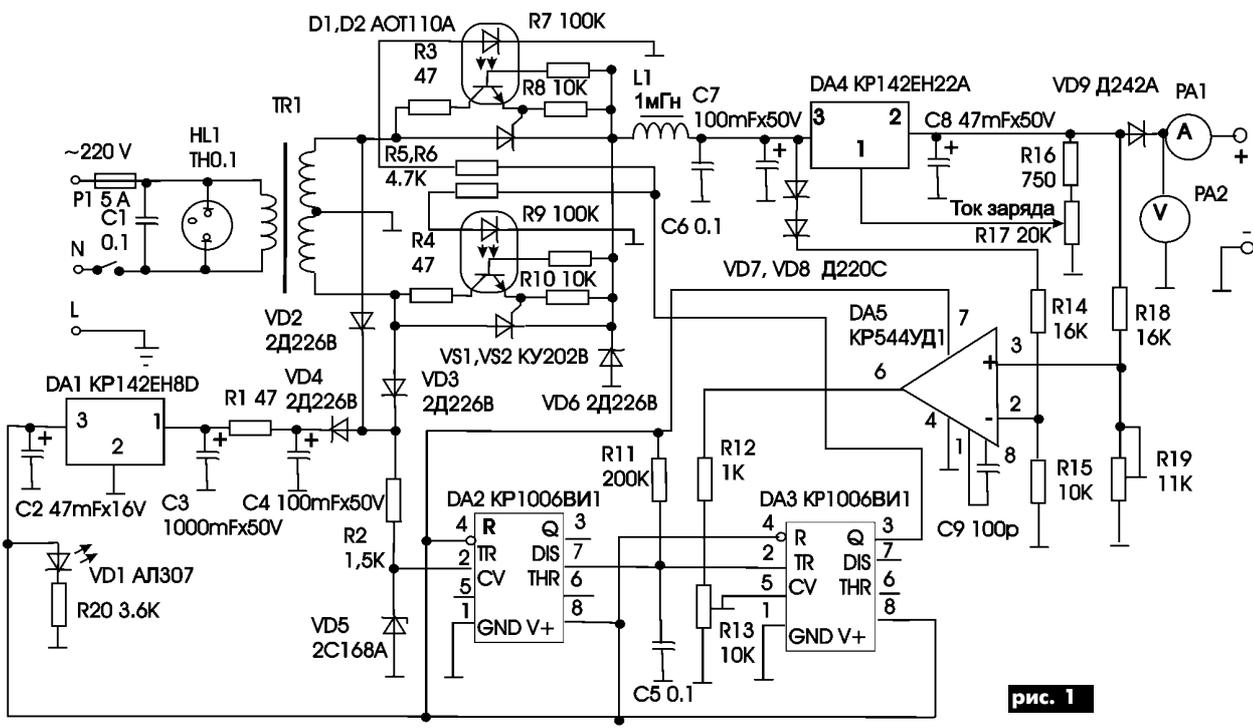
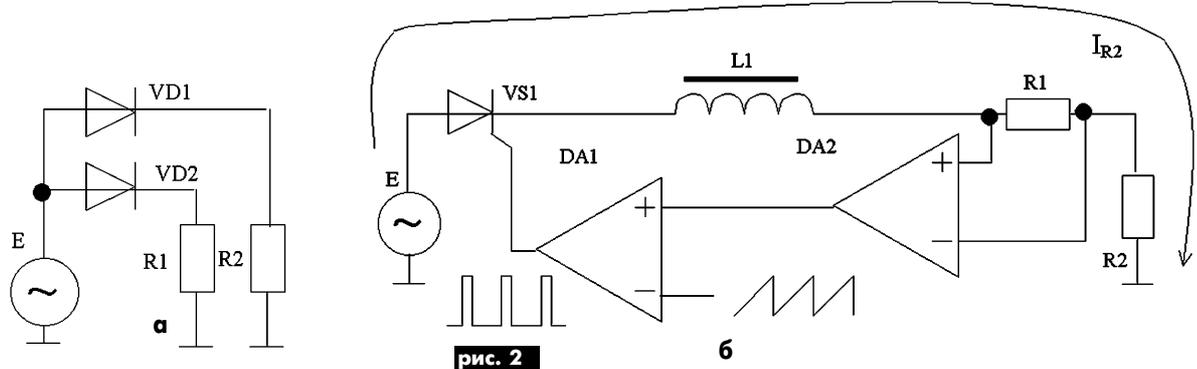
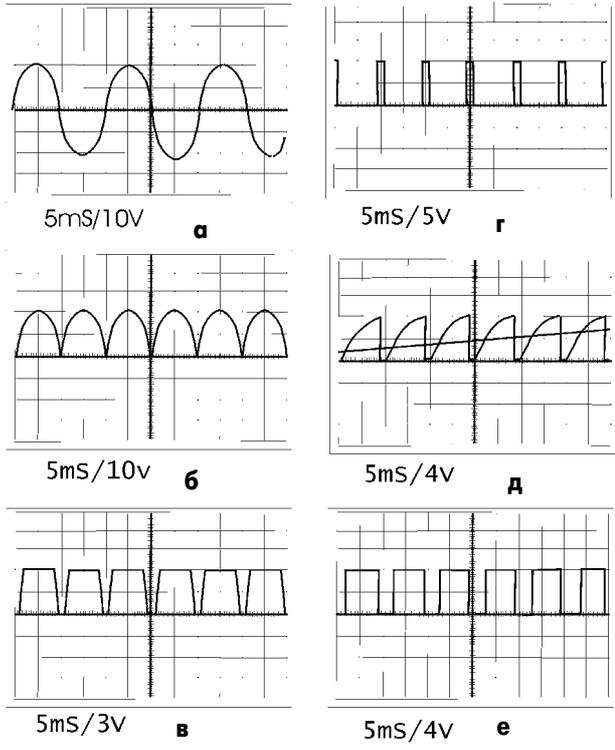

рис. 1
рис. 2
рис. 3
Автор предлагает схему зарядного устройства (рис.1) с использованием тиристоров для управления током нагрузки. Пульсации на нагрузке можно избежать с помощью реактивных фильтров и стабилизаторов напряжения. Недостатки линейных стабилизаторов связаны с большим падением мощности при больших параметрах регулирования мощности на нагрузке. Чтобы избежать этого, автор модернизировал схему [1].
Для того чтобы понять работу схемы, необходимо проанализировать включение питания нагрузки и схемы управления от одного источника переменного напряжения (рис.2,а). Обычно схема управления гальванически развязана по входу и выходу. В данной схеме (рис.1) гальваническая развязка осуществляется только по выходу через оптотранзисторы. По входу развязки нет, так как входное сопротивление схемы управления очень высоко и возможное несогласование не повлияет на работу схемы в целом. Управление тиристором (рис.2,б) основано на петле обратной связи по току. Ток нагрузки  $I_{P2}$  протекает через R1, создавая падение напряжения. Операционный усилитель DA2 усиливает это напряже-
Питание схемы (рис.1) осуществляется от трансформатора TR1. Для схемы управления питание снимается через диоды VD2, VD3, VD4 на фильтр C3, C4, R1 и стабилизатор DA1. Переменное напряжение с трансформатора (рис.3,а) преобразуется в импульсное 100 Гц диодами VD2, VD3 (рис.3,б). Стабилитрон VD5 и резистор R2 ограничивают эти импульсы до амплитуды 6,8 В (рис.3,в). Таймер DA2 формирует на выходе импульсы прямоугольной формы с длинными паузами (рис.3,г). Конденсатор C5 заряжается током через резистор R11 и разряжается короткими импульсами от DA2: формируется пилообразное напряжение на входе таймера DA3 (рис.3,д). На второй вход сравнения подается напряжение от усилителя DA5.
плечи балансного моста R14, R15 и R18, R19 протекает ток различной величины, появляется разность напряжений на входе DA5. Операционный усилитель DA5 увеличивает уровень разностного сигнала. При низком уровне разностного сигнала таймер DA3 выдает импульсы большой длительности, при высоком уровне - короткой. С помощью обратной связи по току осуществляется автоматическое регулирование входного напряжения (рис.3,е) на нагрузку тиристорами. Ток нагрузки можно регулировать резистором R17.
**Настройка.** Включают устройство без аккумулятора. Прежде всего убеждаются в правильности питания схемы управления, замерив 12 В на выходе DA1. Осциллографом снимают эпюры (рис.3). На обмотках трансформатора напряжение имеет форму, показанную на рис.3,а; в точке соединения катодов VD2, VD3 и анода VD4, R5 - на рис.3,б; на выводе 2 DA2 - на рис.3,в; если C5 не подсоединен, на выводе 7 DA2 - рис.3,г; если C5 подсоединен, появится пилообразное напряжение (рис.3,д). На выходе таймера Q (вывод 3 DA3) - широтно-импульсная модуляция с частотой 100 Гц, подаваемая на оптотранзисторы D1, D2.